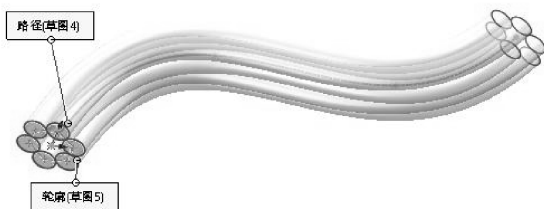

图 3-32 选择轮廓曲线和路径曲线
- 05 单击【扫描】按钮, 打开【扫描】属性面板，选择如图 3-32 所示的轮廓（圆形阵列）和路径曲线（样条曲线），生成扫描预览。